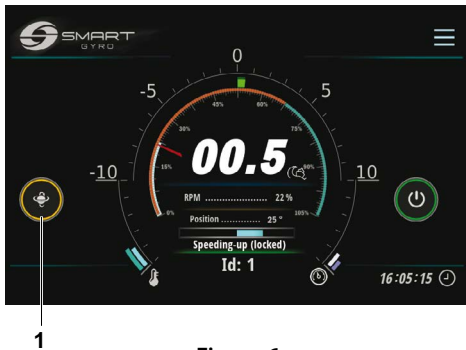

Figura 6
6. Durante l'accelerazione del volano e finché la velocità rimane inferiore al 55% della velocità massima, la precessione è disabilitata e il cerchio intorno all'icona della precessione (Figura 6, (1)) è giallo.